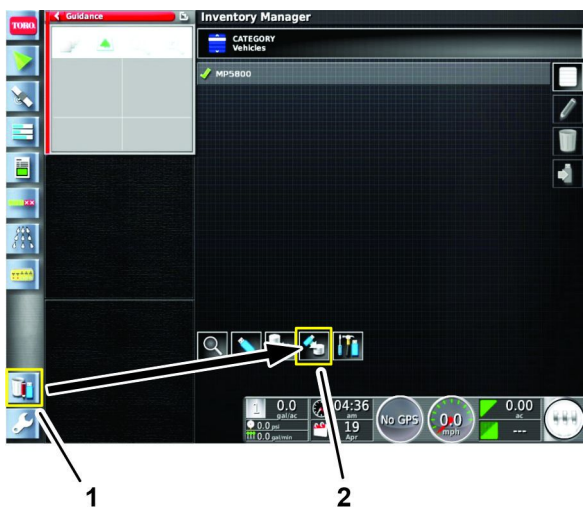

Figura 16
2. Pulse el icono ADMINISTRADOR DE INVENTARIO (Figura 16).
3. En la parte inferior de la pantalla, pulse el icono IMPORTAR DATOS (Figura 16).